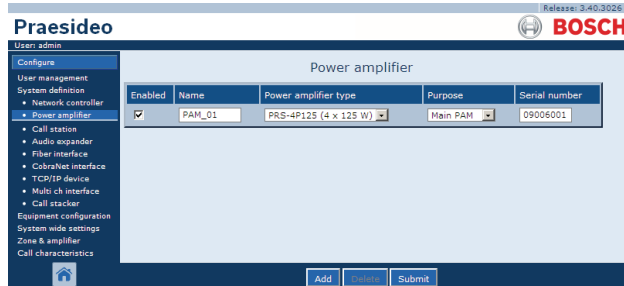

Abb. 42.7: Neue Endstufe hinzufügen, Schritt 4
- 3 Geben Sie die Daten der Endstufe ein (in Abb. 42.7 ist ein entsprechendes Beispiel abgebildet).
- Klicken Sie auf die Schaltfläche **OK**, um die Endstufe zur Liste der Endstufen des Systems hinzuzufügen. Im Mainframe der webbasierten Benutzeroberfläche erscheint ein Bildschirm, der dem in Abb. 42.7 ähnelt.